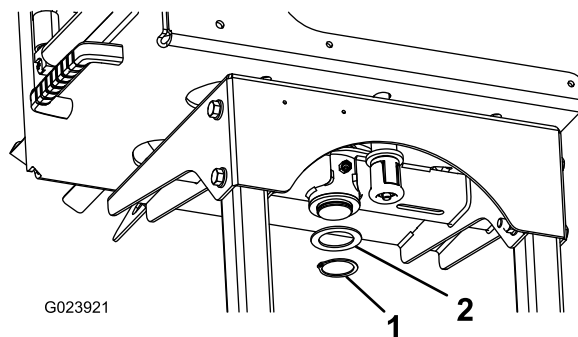

Figura 5
4. No lado inferior da estrutura do cilindro da tubagem, instale anilha de encosto e anel de retenção ao poste na placa articulada (Figura 5).